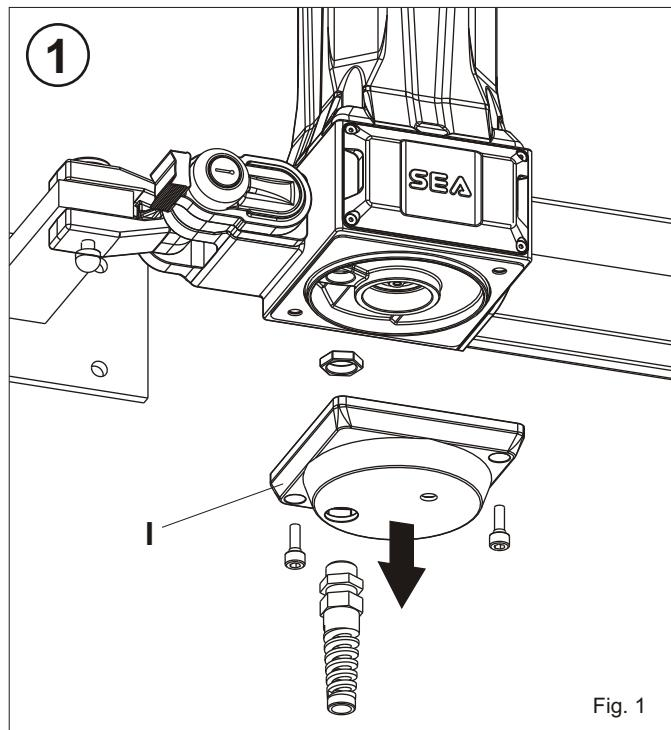

Fig. 1
I 1) Togliere il coperchio inferiore (I) (Fig. 1) e buttarlo.
F 1) Enlever le couvercle inférieur (I) (Fig. 1) et jeter le.
D 1) Den unteren Deckel abnehmen (I) (Abb.1) und entsorgen.